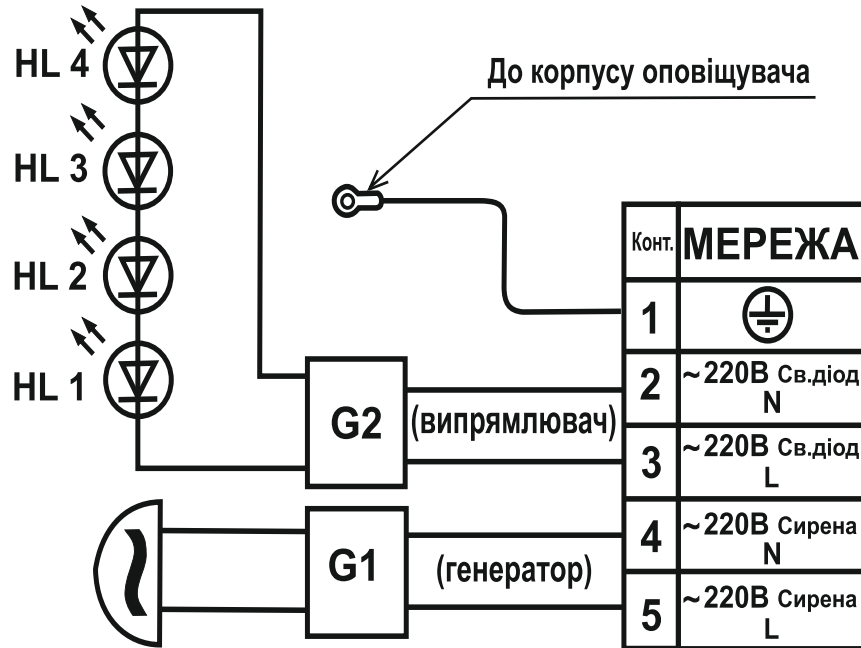

Рисунок 2
8.5 Провіти провід через гермоввод (поз.2), підключити його до клемної колодки, дотримуючись «фазність» (додаток 1, рисунок 2). Провід закріпити в гермовводі максимально близько до клемної колодки.